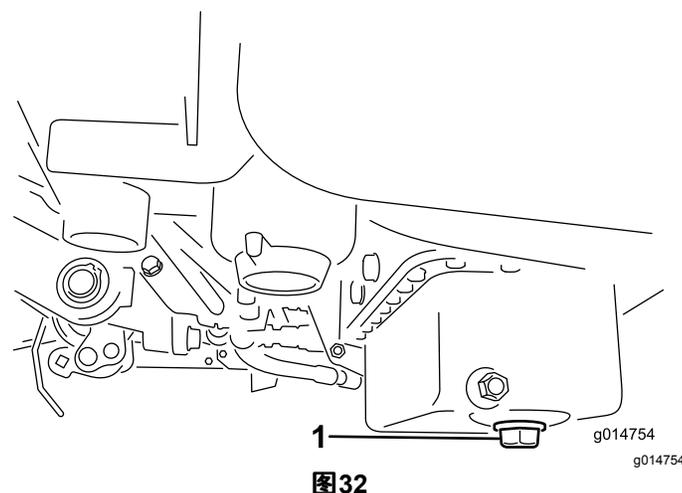

图32
1. 拆下排油塞、让油流入放油盘。油不再流时、安装排油塞 图32。